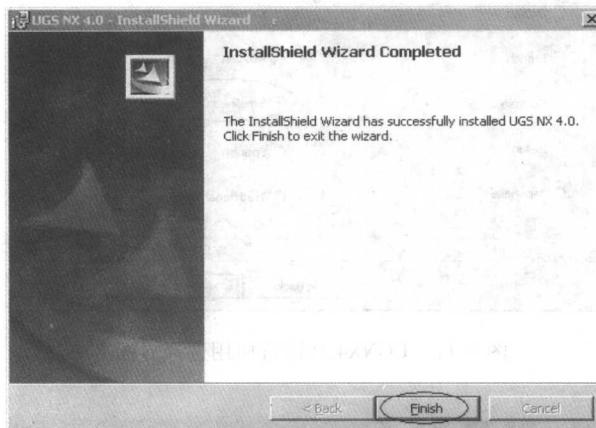

图 1-14 完成 UGNX4.0 主程序安装界面
(16) 完成 UGNX4.0 主程序安装后,出现安装完成提示界面,如图 1-14 所示。